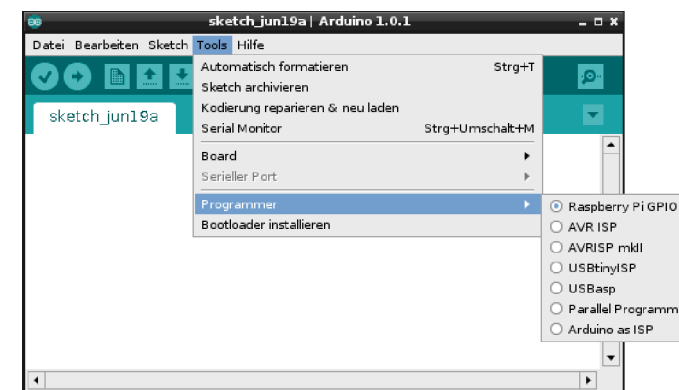

Abbildung 16.14 Wahl der Programmierschnittstelle
- ▶ Außerdem wählen Sie unter **TOOLS • PROGRAMMER** den Eintrag **RASPBERRY PI GPIO** als Programmierschnittstelle aus (siehe Abbildung 16.14).